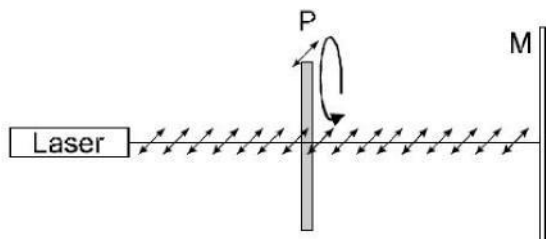

Fig. 9 Estudio de la luz linealmente polarizada (P = Filtro de polarización, M = Pantalla de vidrio mate)
- Se realiza el montaje experimental de acuerdo con la Fig. 9.